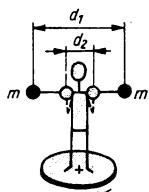

Bild 54
- 3.96** Bei einem Drehschemelversuch nach Bild 54 rotiert die Scheibe mit der Versuchsperson mit 2 Umdrehungen je Sekunde. Dabei trägt diese, mit ausgestreckten Armen auf der Scheibe stehend, in jeder Hand eine Hantel von 3,0 kg Masse. Die Hanteln beschreiben einen Kreis von 85 cm Radius. Berechnen Sie, wie sich die Drehzahl ändert, wenn die Versuchsperson die Hanteln dicht an den Körper heranzieht (Radius 20 cm). Für Drehschemel und Versuchsperson (ohne Hanteln) wird in beiden Fällen ein Trägheitsmoment von insgesamt 2,5 kg m² angenommen.